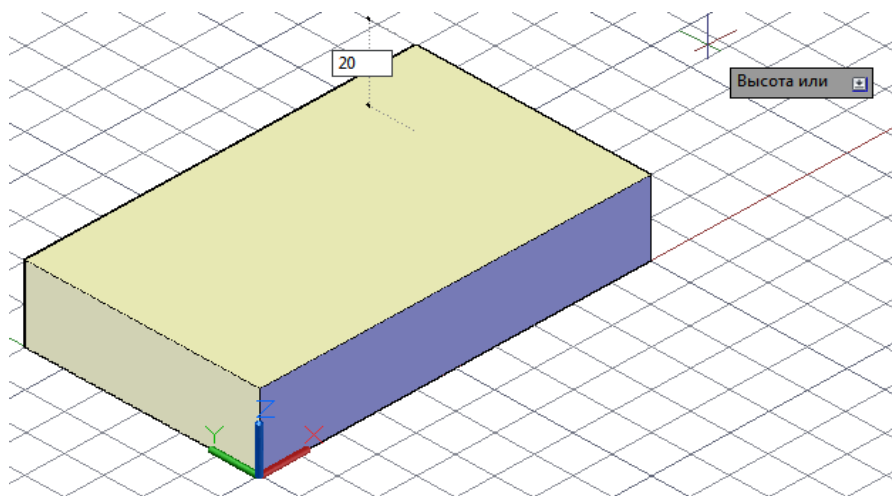

Рисунок 77. Построение основания детали
**Первая операция построения – Ящик.** Задаём через запятую в командной строке или в появившемся у курсора окне координаты  $x, y, z$  основания плиты (первая точка –  $0, 0, 0$ ; вторая точка -  $100, 60, 0$ ), затем высоту плиты  $z = 20$ . Одновременно, вращая колесико мыши, и двигая самой мышкой, зажимая при этом колесико, можно по желанию приблизить или удалить получающееся изображение (рисунок 77).